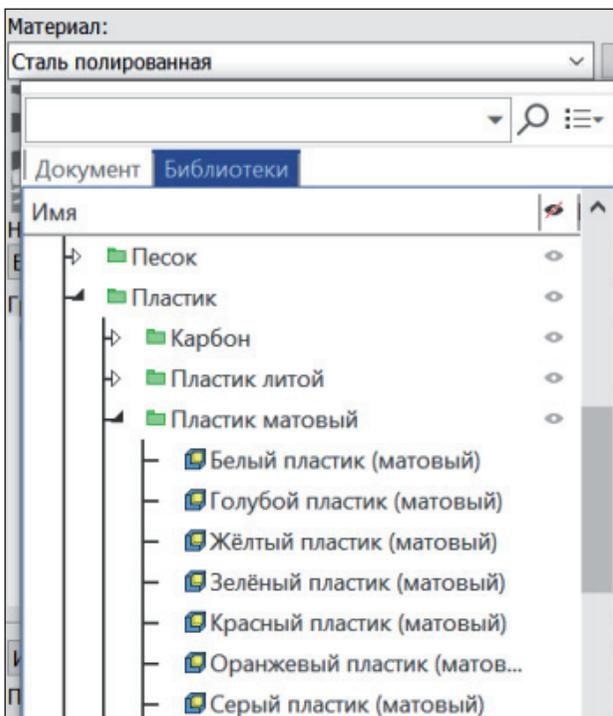

Рис. 31. Выбор материала
3.5. Откроем список материалов из вкладки основных параметров, найдем папку *Пластик*, выберем *Оранжевый пластик (матовый)* (рис. 31).